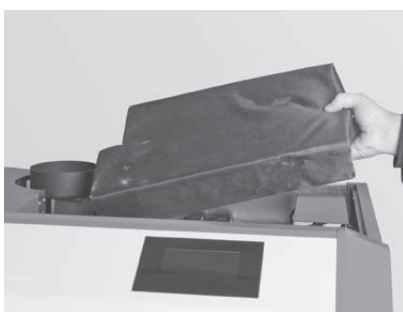

Fig. 66 Isolierung entfernen
- ▶ Isolierung über Deckel-Nachheizflächen entfernen – Fig. 66.